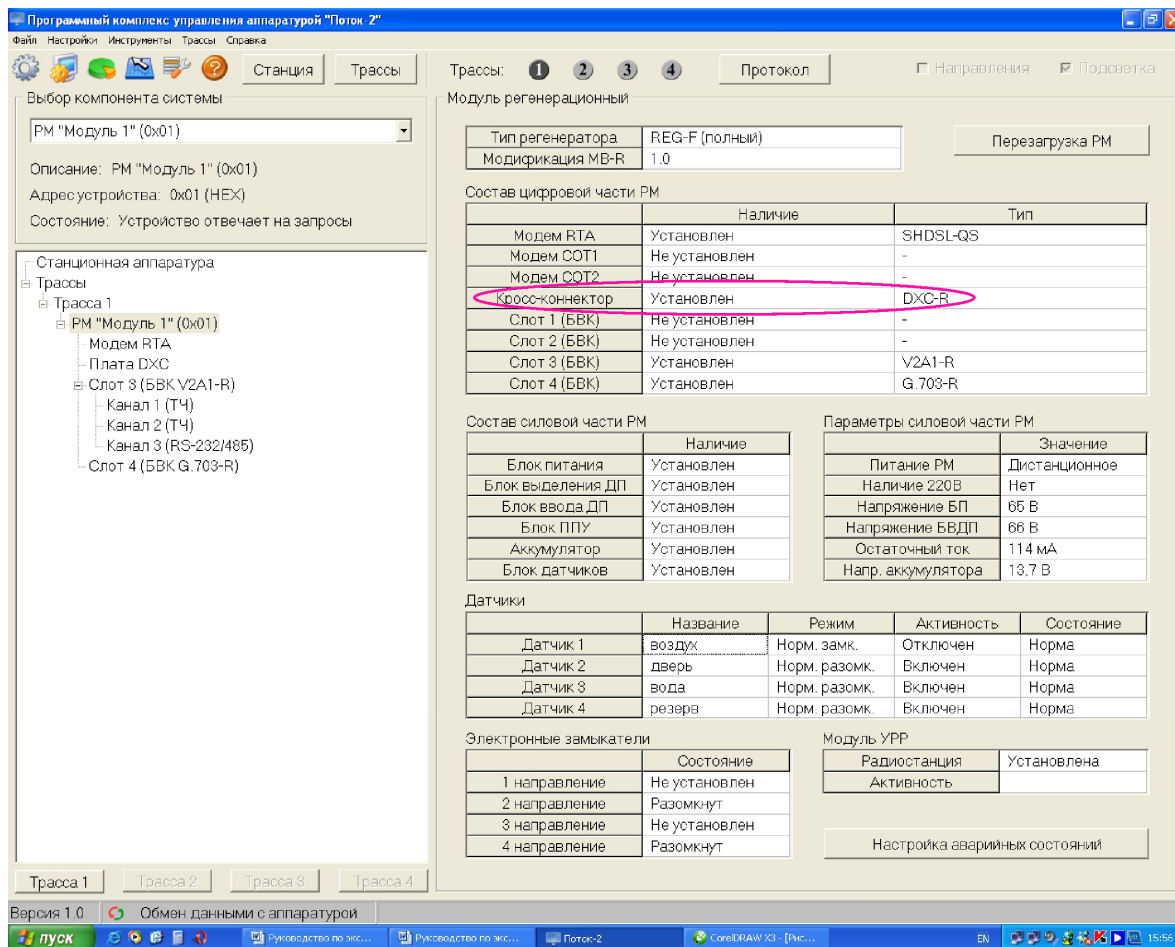

Рисунок 1
5.1.1 Наличие кросс - коннектора определяется в ПО “Поток-2” на модуль регенерационный (см. рисунок 1).